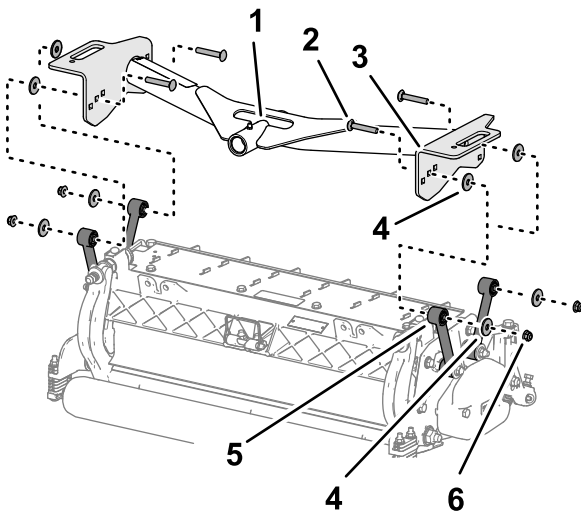

Figure 17
- Alignez les trous dans les plaques du bâti porteur avant sur les trous des plaques de montage de l'unité de coupe (Figure 17).
- Placez une rondelle entre la plaque du bâti porteur et la biellette (Figure 17), et fixez légèrement les plaques et l'entretoise avec un boulon de carrosserie ( $\frac{3}{8}$  x  $2\frac{1}{4}$  po), une rondelle et un contre-écrou à embase ( $\frac{3}{8}$  po).